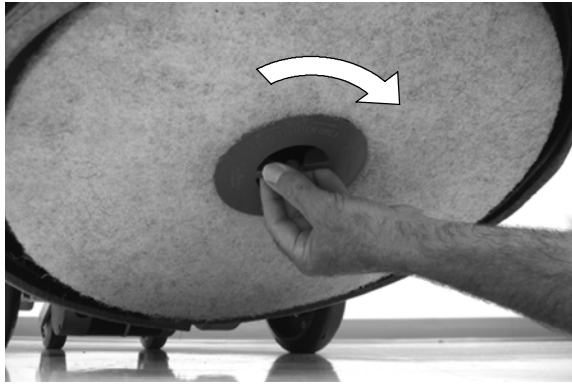

FIG. 6
3. Placez le patin sur le système d'entraînement et fixez-le à l'aide du verrou central (Figure 6).